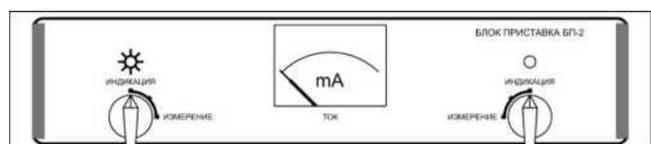

Рис. 11
- при возникновении пробоя в какой-либо из цепей или превышения в ней тока 8-И2 мА, соответствующий индикатор кратковременно засветится (рис. 11);